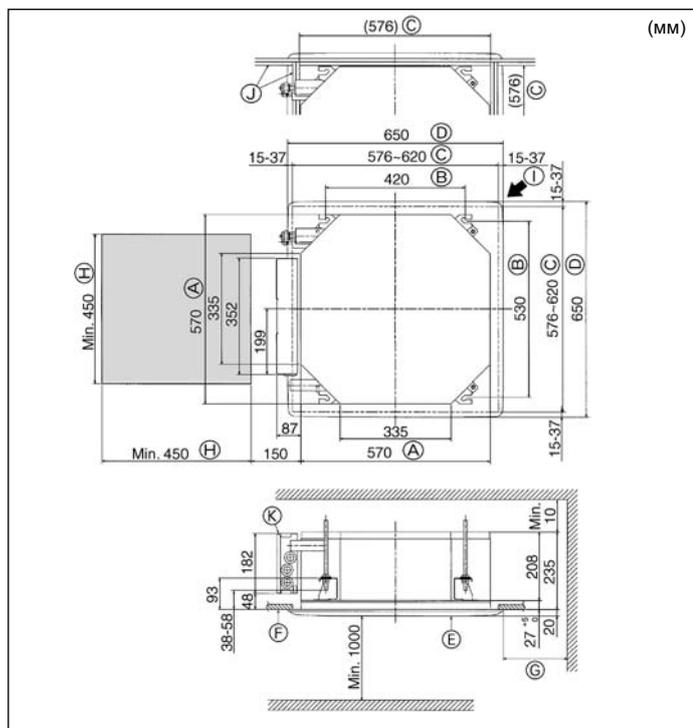

Fig. 4-2
②	Прокладка (с изоляцией) Прокладка (без изоляции)	4 4
③	Изоляция для труб (для соединения труб хладагента) малого диаметра (жидкости) большого диаметра (газа)	1 1
④	Лента (большая) Лента (малая)	6 2
⑤	Винт с прокладкой (M5 × 25) для установки решетки	4
⑥	Соединительная муфта для дренажа	1
⑦	Изоляция	1
⑧	Шуруп крепления для Ⓣ 3,5 × 16 (черный) (для SLZ-KA-VAL)	2
⑨	Держатель пульта дистанционного управления (для SLZ-KA-VAL)	1
⑩	Батарейка (AAA) (для SLZ-KA-VAL)	2
⑪	Беспроводной пульт дистанционного управления (для SLZ-KA-VAL)	1
4.2. Расположение отверстия в потолке и навесных болтов (Fig. 4-2)